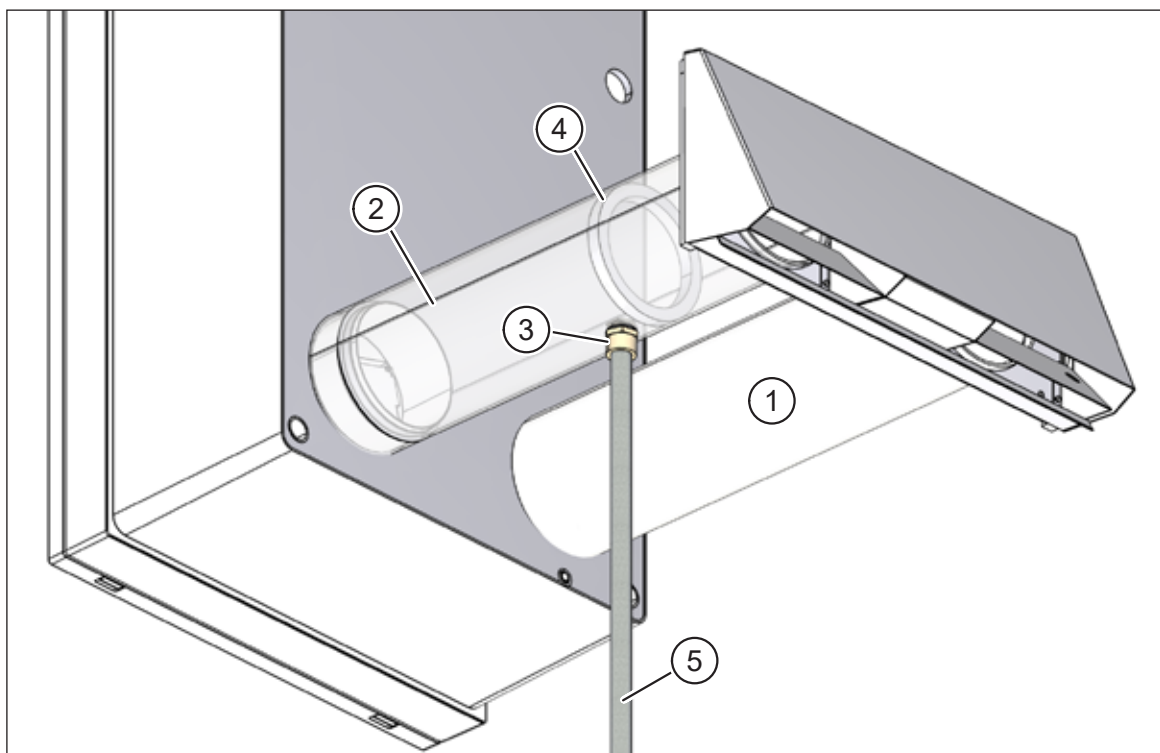

Abb. 20: Kondensatabführung am Fortluftrohr
- Außenluftrohr, DN 100, 0,5 m (Pos. 1 in Abb. 20)
- Fortluftrohr DN 100, 0,5 m (Pos. 2 in Abb. 20), mit 1/2"-Außengewindeanschluss (Pos. 3 in Abb. 20) und Barriere (Pos. 4 in Abb. 20) zum Rückhalten des Kondensats.
- Schützen Sie das Kondensatableitungsrohr (Pos. 5 in Abb. 20) in kalten Regionen vor Frost, z. B. durch Verlegung hinter der Fassadendämmung.